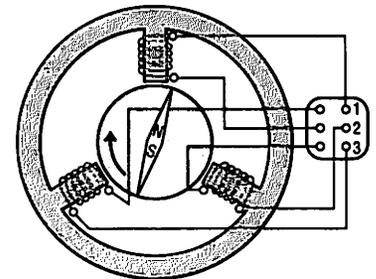

Fig. 2 : Disposition des bobines.
1.1. Création d'un champ tournant en triphasé (fig. 2)